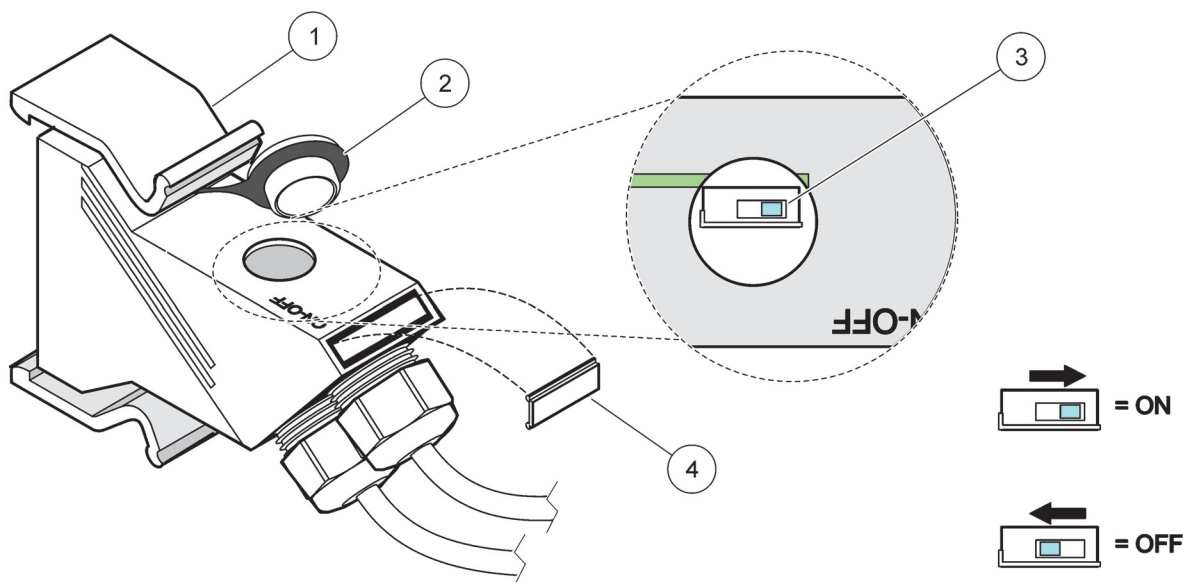

Рисунок 33 Настройка терминатора сети (DIP переключатель в разъеме)
14. Установите терминатор сети на последнем сетевом разъеме в положение ON (Вкл.) (см. Рисунок 33и Таблица 12).